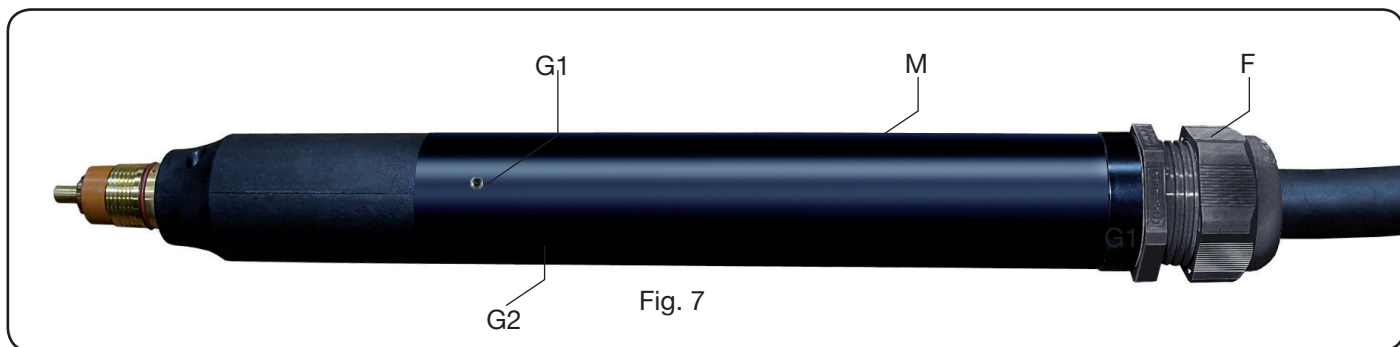

Fig. 7
- Svitare il pressacavo **F** di Fig.7;
- Togliere il pressacavo **F** di Fig.7;